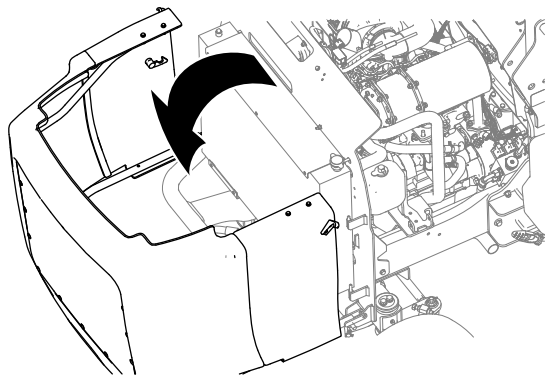

Figura 66
5. Desenganche y abra el capó (Figura 66).